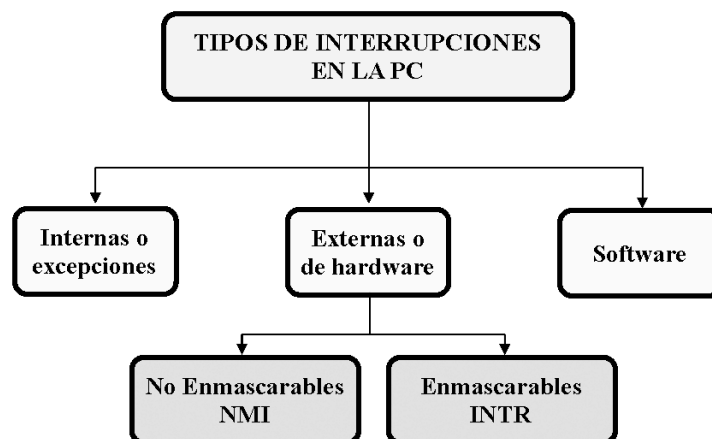

Figura 5.1: Interrupciones de la Pc
- Una interrupción es un evento que hace que el CPU deje de procesar el programa actual (principal) y pase a ejecutar una tarea específica (otro programa) de servicio a la interrupción (Figura 5.1).